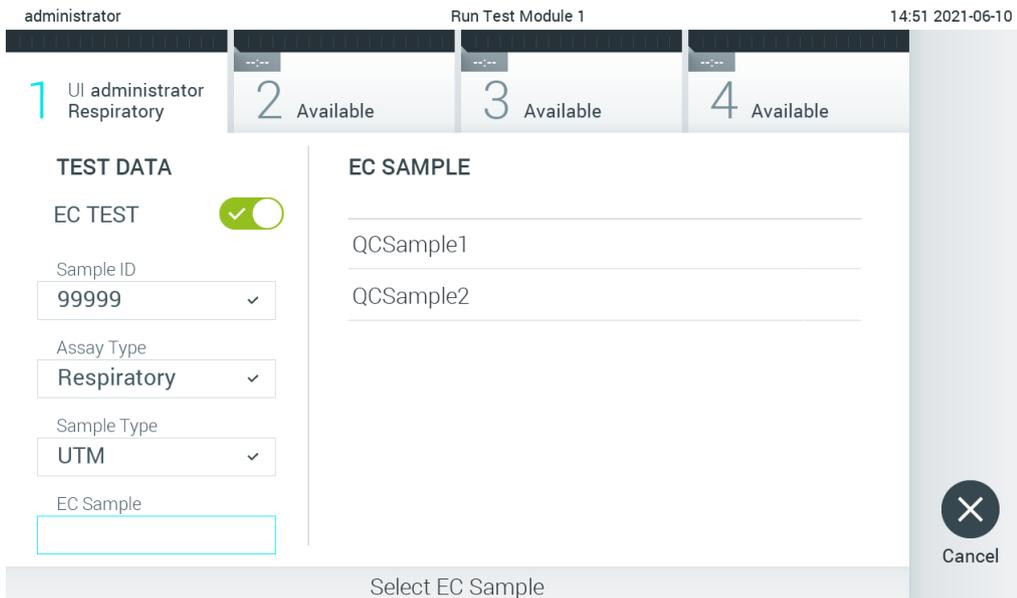

Figura 92. Selezione di un campione EC.
6. Selezionare il campione EC adeguato dall'elenco. Vengono mostrati solo i campioni EC per il tipo di esame selezionato (Figura 92).